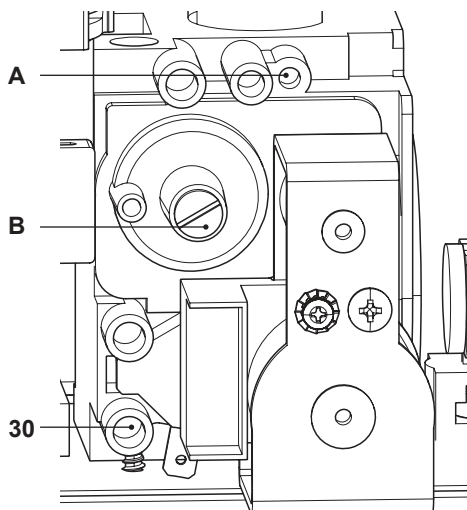

Figura 7.5
- Con la caldera apagada (fuera de servicio), compruebe la presión de alimentación usando la toma 30 en la Figura 7.5 y compare el valor indicado con los mostrados en la tabla Presiones de alimentación de gas en la sección "Datos técnicos" de la pág. 24.
- Vuelva a cerrar bien la toma de presión 30 en la Figura 7.5.
- Para calibrar el **CO₂** de la caldera (presión del gas en el quemador) desenrosque completamente el tapón de protección de latón B y regule el tornillo Allen \varnothing 4 mm situado debajo Figura 7.5: girando en el sentido de las agujas del reloj el **CO₂** aumenta.
- Si los dos datos no coinciden, ajuste el tornillo de regulación de máximo RQ (**A** en la Figura 7.5) de la válvula de gas y calibre el **CO₂** al valor indicado en la sección "Datos técnicos" en la tabla "Datos en agua sanitaria", pág. 24 (modelo **M260.1616 SV/M**), pág. 28 (modelo **M260.2025 SV/M**) y pág. 32 (modelo **M260.3035 SV/M**). Girando en el sentido de las agujas del reloj el **CO₂** se reduce.